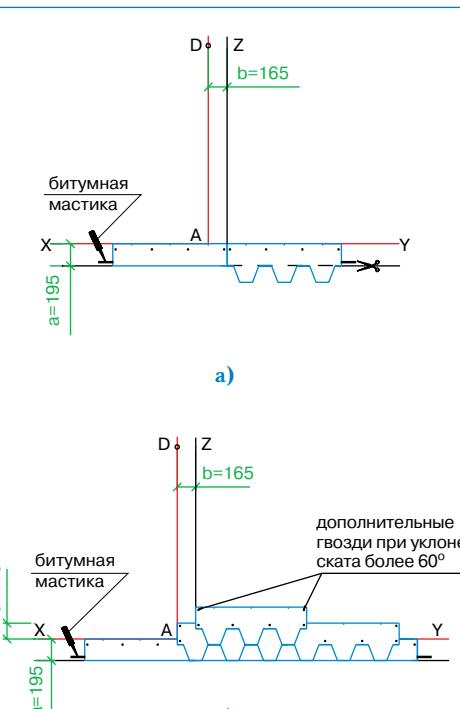

Рис. 2
Укладка материала (рис. 2)
- Начальный ряд формируется из листов черепицы НОРДИК с обрезанными лепестками. Полученные таким образом полосы шириной 19,5 см укладываются по линии карниза в обе стороны от линии Z (рис. 2а) и фиксируются по нижнему краю битумной мастики, а по верхней кромке 4 гвоздями (ось гвоздей на 5 см ниже верхнего края полосы);
- далее первый ряд черепицы укладывается от линии AD (рис. 2б);
- второй ряд укладывается от линии Z (со смещением 16,5 см от AD) (рис. 2б);
Каждый лист гибкой черепицы НОРДИК крепится 4 гвоздями таким образом, чтобы гвоздь прошивал и верхний край низлежащего листа черепицы (рис. 2б).